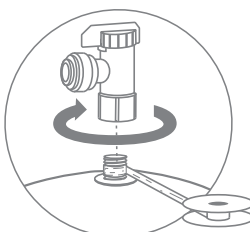

Рис. 14
- резьбовой штуцер металлического бака предварительно уплотните фум-лентой (рис. 14), используйте только вентиль I (B1);